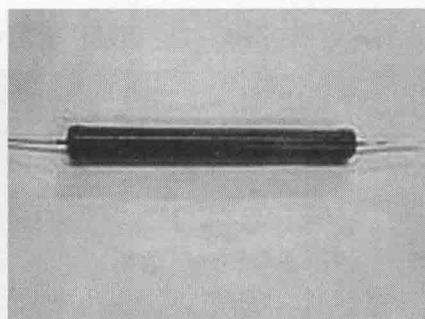

图 1-8 金属玻璃铀电阻
(8) 金属玻璃铀电阻，是将金属粉和玻璃铀粉混合，采用丝网印刷法印在基板上的电阻元件（图 1-8）。它耐潮湿、高温、温度系数小，主要应用于厚膜电路。